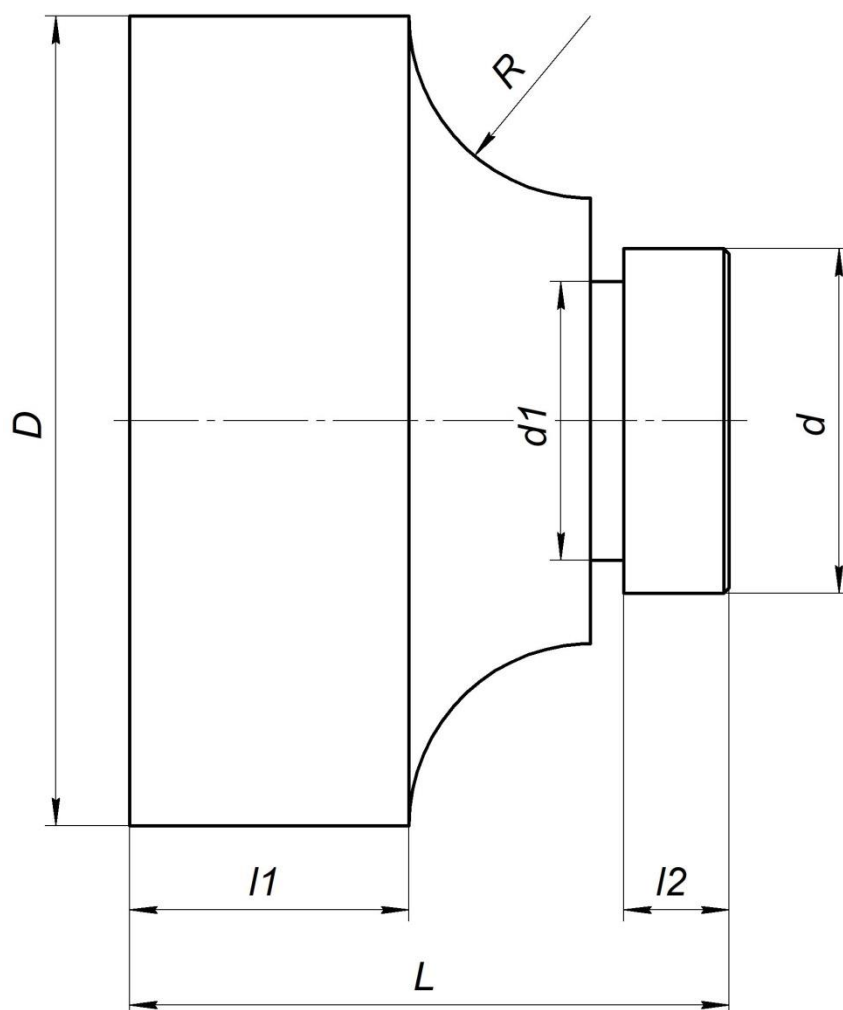

Рисунок 1 – Вал
1. Разработать управляющую программу на обработки детали средней сложности для токарного станка с ЧПУ (рисунок 1), по вариантам (таблица 1), выбрать режущий инструмент, металлообрабатывающее оборудование.